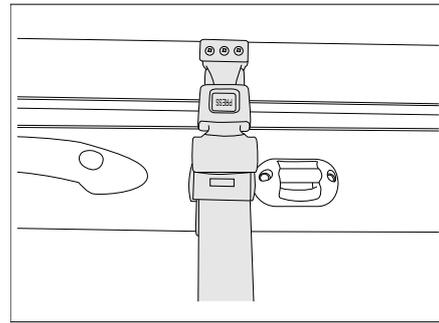

Bild 104 Sicherungsgurt Hubbett manuell
- Das Hubbett mit dem Sicherungsgurt am Dach sichern (Bild 104).